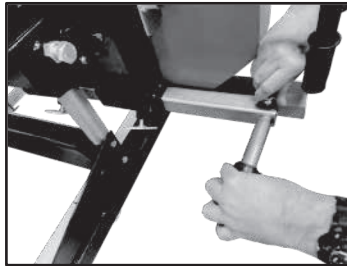

Fig. 58
Étape 26 : Installer la poignée du protège-lame. Insérez la poignée du protège-lame dans le protège-lame et solidement en place avec le boulon sur le protège-lame (fig. 58). Installez les deux boulons à ailettes dans le tube de réceptacle du protège-lame.